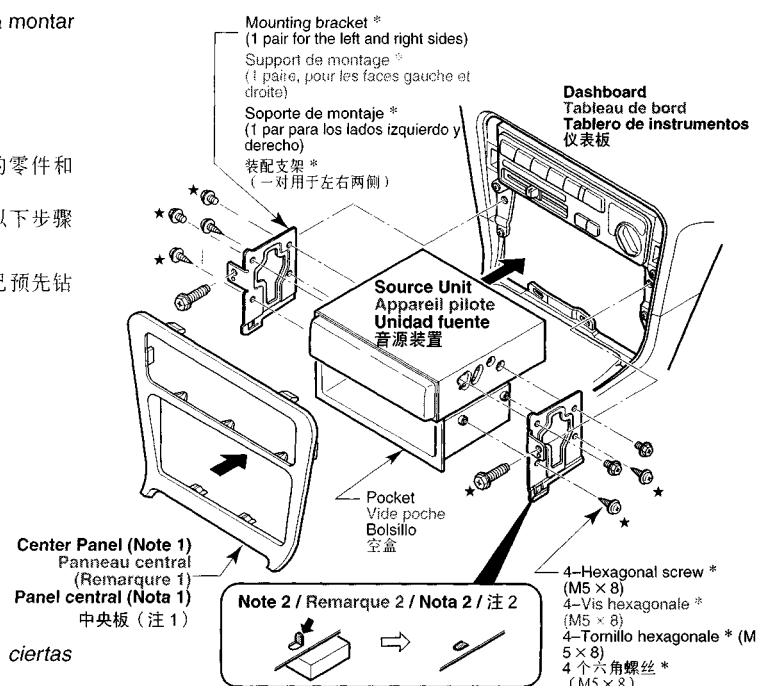

Figure 6 / Figure 6 / Figura 6 / 图 6
This unit is designed for fixed installation in the dashboard. If the vehicle is equipped with a factory-installed radio, install the source unit with the parts and screws marked (*). (Figure 6) If the vehicle is not equipped with a factory-installed radio, obtain an installation kit to install the source unit in the following procedure.
1. Secure the mounting brackets to the chassis as shown in Figure 6. Holes are pre-tapped for TOYOTA and NISSAN vehicles; modification, such as drilling new holes, of the mounting brackets may be required for other models.
Cet appareil est conçu pour une installation fixe dans le tableau de bord. Si le véhicule est équipé d'un auto-radio installé à l'usine, installer l'appareil pilote avec les pièces et les écrous marquées de (*). (Figure 6) Si le véhicule n'est pas équipé d'un auto-radio installé à l'usine se procurer un kit d'installation pur installer l'appareil pilote avec la procédure suivante.
1. Fixer le support de montage sur le châssis comme montré sur la Figure 6. Les trous sont pré-découpés pour les véhicules TOYOTA et NISSAN; des modifications du support de montage, comme le perçage de nouveaux trous, peuvent être nécessaires pour les autres modèles.
本机用于固定安装在仪表板上。如果汽车装备有出厂时安装好的收音机，请用带星号(*)的零件和螺丝安装音源装置。(图6) 如果汽车不装备出厂时安装好的收音机，请用安装工具按照以下步骤安装音源装置。
1. 如图6所示，将装配支架固定在底盘上。丰田和日产汽车已预先钻好孔，其他车型可能需要改造装配支架，如钻新孔等。